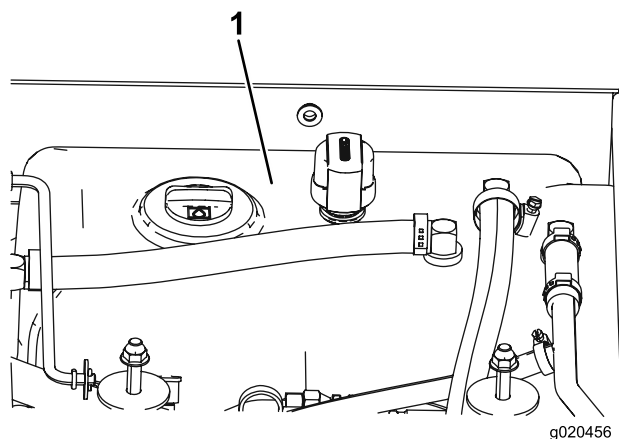

Figure 76
- Remplissez le réservoir (Figure 76) de liquide hydraulique ; voir Contrôle du niveau de liquide hydraulique (page 57).